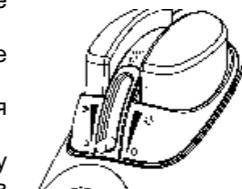

Рис.2
- Установите регулятор подачи пара в положение "0" (Рис.2).
2. Установите регулятор подачи пара в положение "0" (Рис.2). Затем наполните резервуар утюга чистой проточной водой, следуя вышеописанным инструкциям.
2. Установите регулятор подачи пара в положение "0" (Рис.2).
1. Установите регулятор подачи пара в положение "0" (Рис.2).